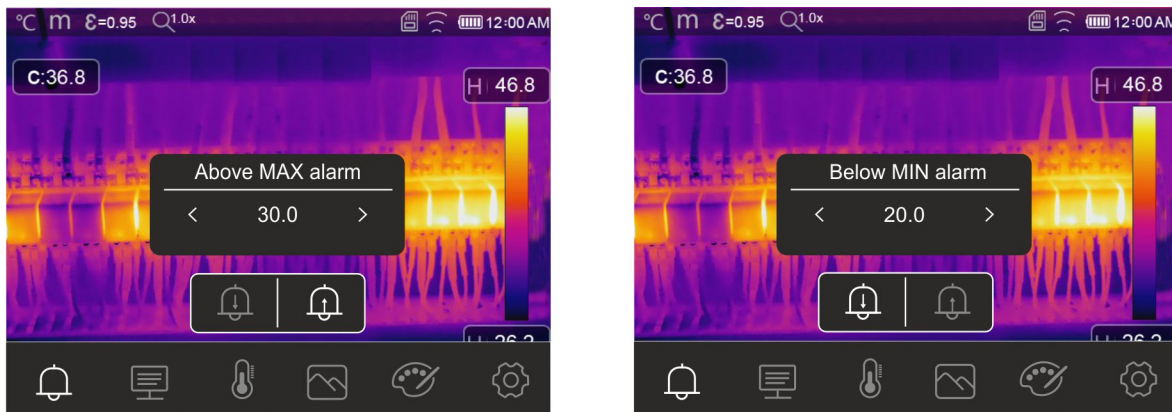

Fig. 45: Configuración umbrales límite de las alarmas
3. Toque el icono "🔔" para definir el valor de umbral superior asociado a la alarma. La pantalla de Fig. 45 – parte izquierda se muestra en el visualizador
5. Toque el icono "🔔" para definir el valor de umbral inferior asociado a la alarma. La pantalla de Fig. 45 – parte derecha se muestra en el visualizador